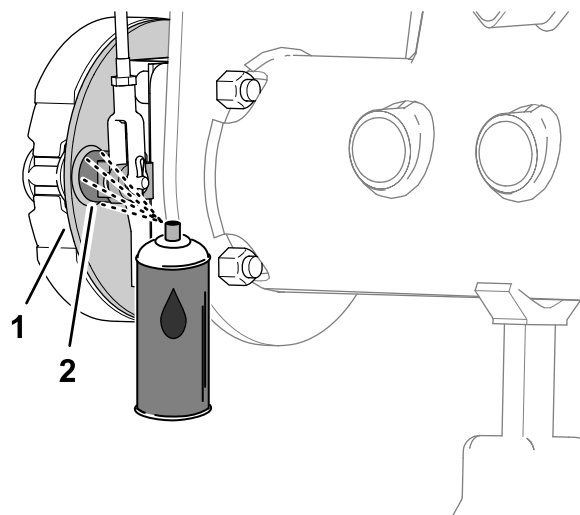
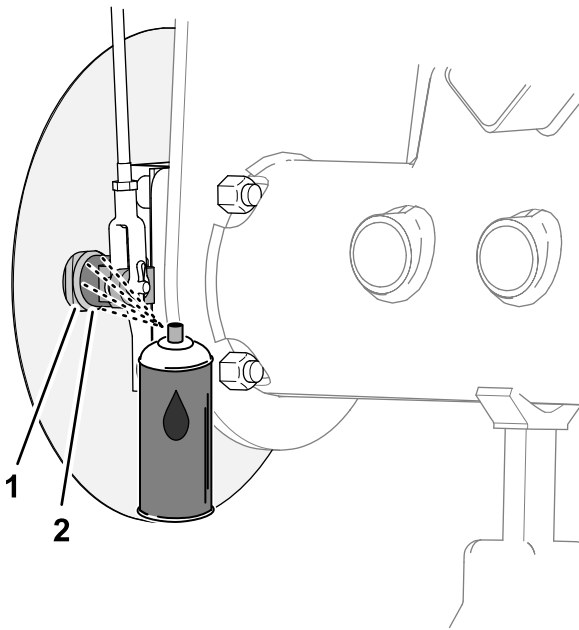

Figure 65
Figure 66
1. Sur l'intérieur du plateau de frein (modèles sans l'option déflecteur d'herbe de jante) ou du déflecteur d'herbe de roue (modèles avec l'option déflecteur d'herbe de jante), pulvérisez du dégrissant entre l'arbre à came de frein et le plateau de frein (Figure 65 ou Figure 66).